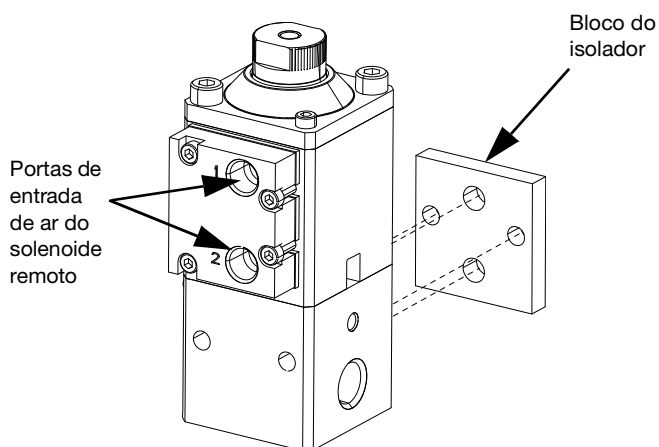

FIG. 7
- b. Para válvulas com um solenoide remoto montado (J), consulte a tabela abaixo. Consulte a FIG. 7.